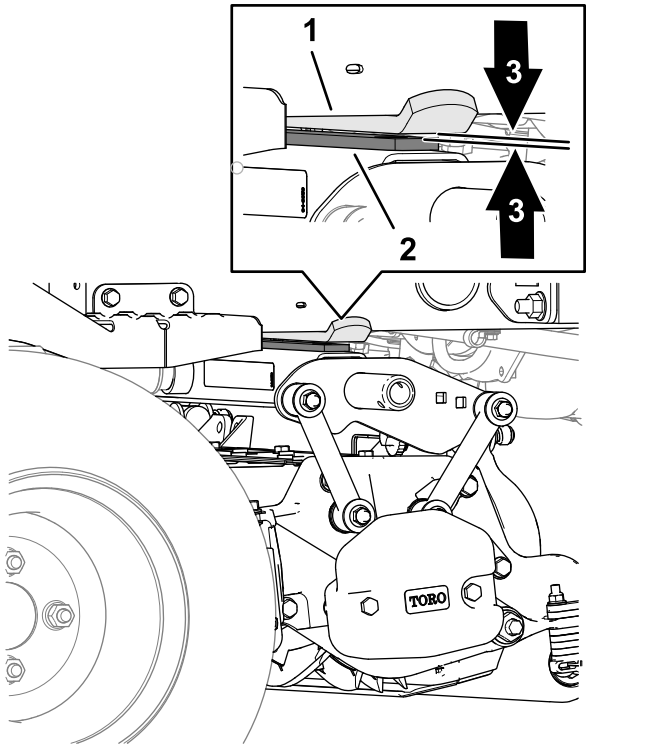

Bild 27
- Messen Sie am hinteren Mähwerk den Abstand zwischen dem Verschleißbands an der Oberseite der Verschleißleiste des hinteren Mähwerks und dem Anschlag des Stoßfängers (Bild 27).